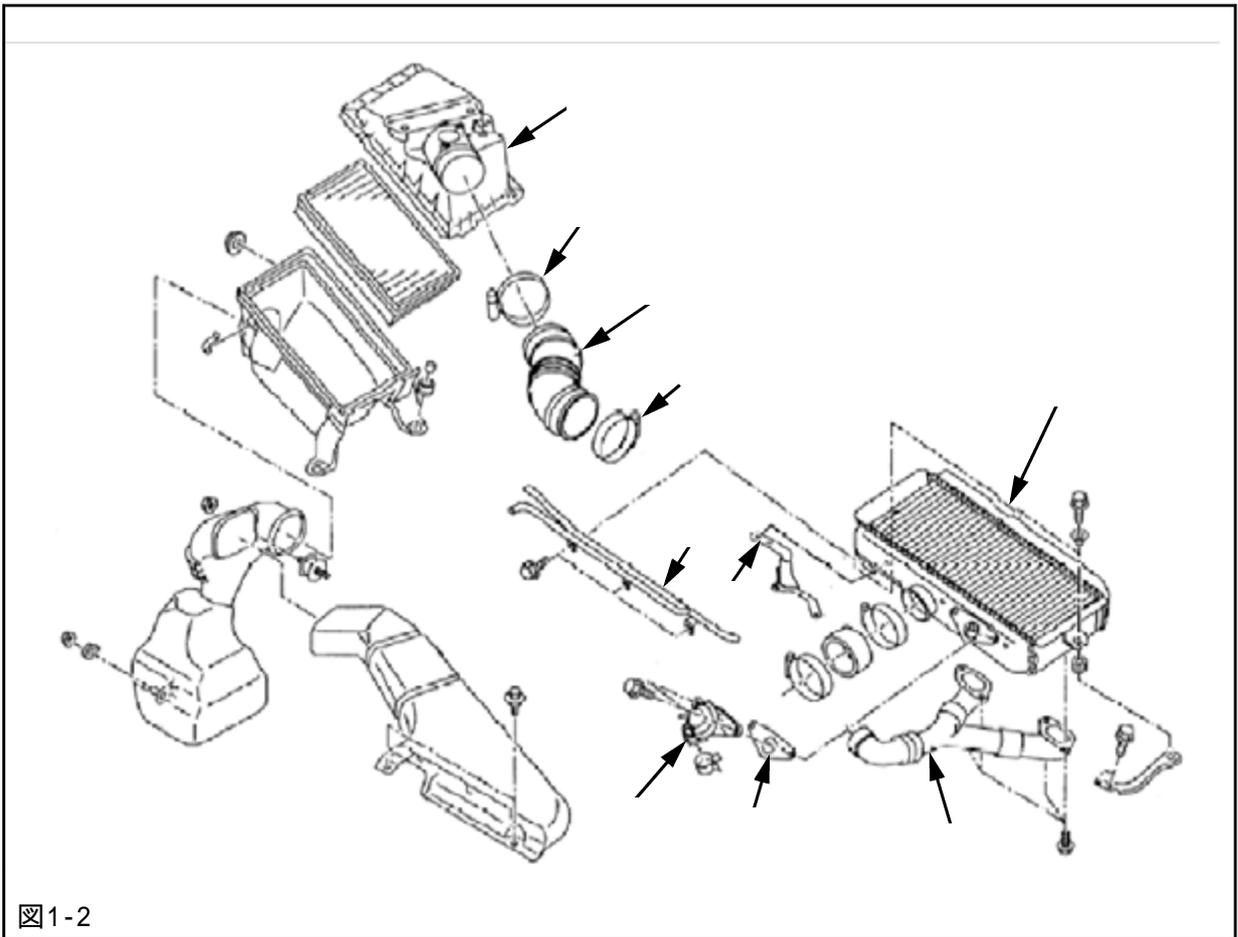

図1-2
- (5) 吸気系部品 ~ を順に取外してください。同番号は同時に取外すようになります。取外したパーツは大切に保管しておいてください。(図1-2)